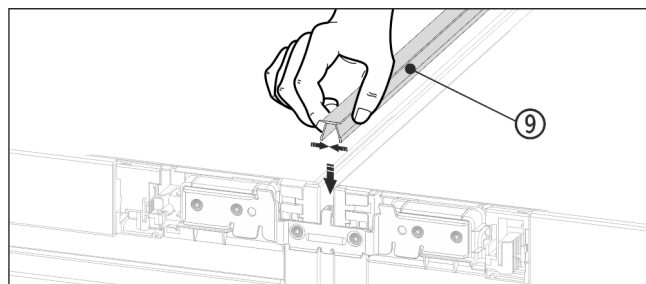

Fig. 20
- На верхней стороне вдавите в горизонтальную щель короткую декоративную планку Fig. 20 (9).